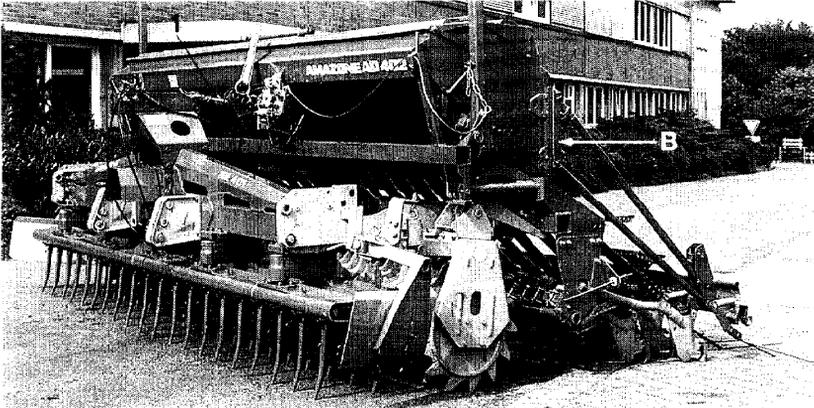

Fig. 15
- Spannschloß (Fig. 15/1) an der AD und an der Bodenbearbeitungsmaschine mit Bolzen abstecken und mit je einem Klappsplint sichern.
- Die Oberlenkerlänge (Fig. 15/1) so einstellen, daß die Drillmaschinen-Rückwand im Bereich B (Fig.15) etwa senkrecht steht.